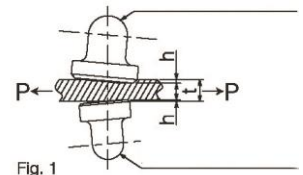

Fig. 1
11. Les points d'action de la charge à la fois sur le chapeau à vis et la came sont hémisphériques (forme de pivot). Par conséquent, si la charge en suspension se déplace, ne serait-ce que d'une fraction infime, la pince tourne en synchronisation avec ce mouvement et penche vers l'avant. Ceci incite les dents à s'accrocher à la charge en suspension avec une force importante. (Voir fig. 1)
16. L'utilisation d'un système de came W hémisphérique permet à la pince d'accrocher la charge de chaque côté. (Voir fig. 1)
5. Apparence et fonction. (Toute dégradation du corps, de l'état de fonctionnement de la vis, de la rotation et de l'inclinaison du chapeau à vis et de la came, toute usure et tout encrassement des dents, etc.) Se référer à la fig. 1 et à la rubrique 2 des « Précautions d'emploi ».